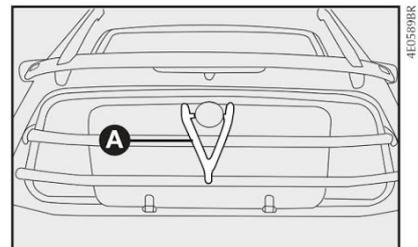

fig. 93
- introduzir o vidro do teto solar, com a manivela de basculamento voltada para o compartimento de carga, no espaço existente entre o vidro traseiro e a grade de proteção, fazendo-o deslizar por entre as guias existentes para esta finalidade fig. 93;
- fixar o vidro do teto solar à grade de proteção por meio da correia de borracha A-fig. 93 (localizada na bolsa de ferramentas), conforme indicado.